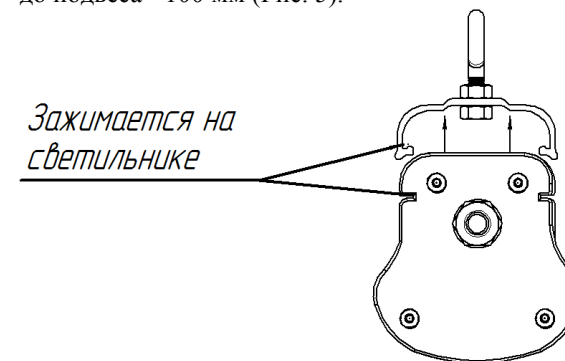

Рис. 5
2) Зафиксировать положение подвесов на светильнике. Минимальное рекомендуемое расстояние от края светильника до подвеса - 100 мм (Рис. 5).